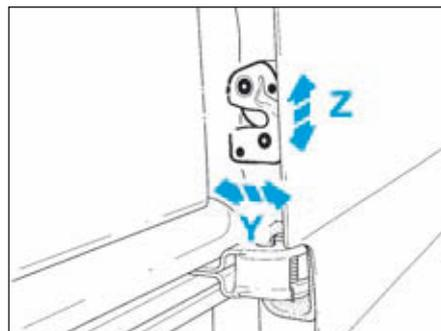

FIG.111
Le réglage en hauteur (Z) et en affleurement (Y) de la partie arrière de la porte est obtenu par le réglage de la serrure centrale (Fig.111).